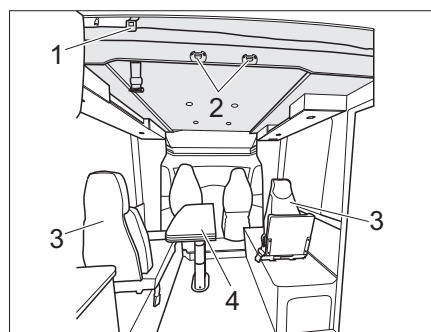

Fig. 167 Letto basculante elettrico (variante 3)
- Agganciare la scaletta di accesso al letto basculante con i due archetti incorporati nelle graffe (Fig. 167,2).
- Spostare verso il basso il tavolo ribaltabile e abbassabile a 2 gambe (Fig. 167,4) (vedi capitolo 7.8.8).
- Smontare e stivare 2 sedili singoli (Fig. 167,3).